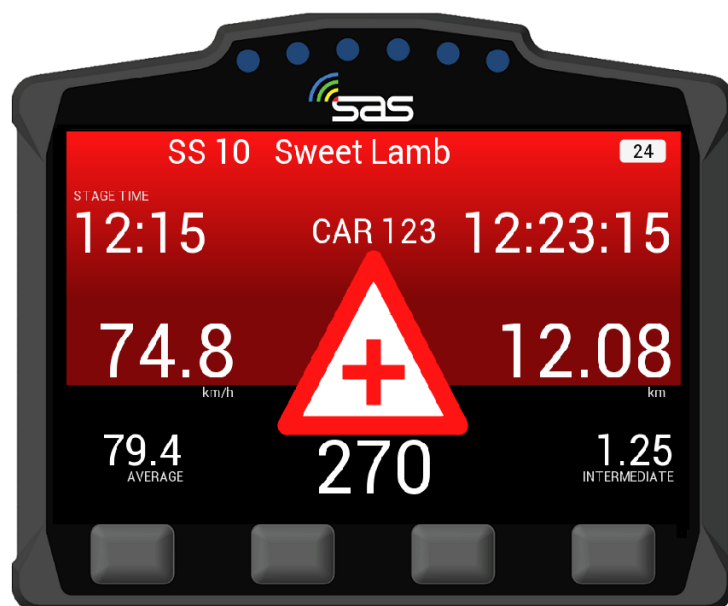

BILD 23: Warnung - Fahrzeug steht auf oder neben der Strecke, Status **SOS** - Alarm ausgelöst
3. Fahrzeug steht auf / neben der Strecke – Status **SOS** [Bild 23]
Wenn Sie sich einem Fahrzeug nähern, das vor Ihnen auf oder neben der Strecke steht, wird automatisch ein Warndreieck und zusätzlich der Status des verunfallten Fahrzeuges angezeigt. In diesem Fall wurde von den verunfallten Fahrern ein Alarm ausgelöst und die SOS-Taste gedrückt [Bild 23].